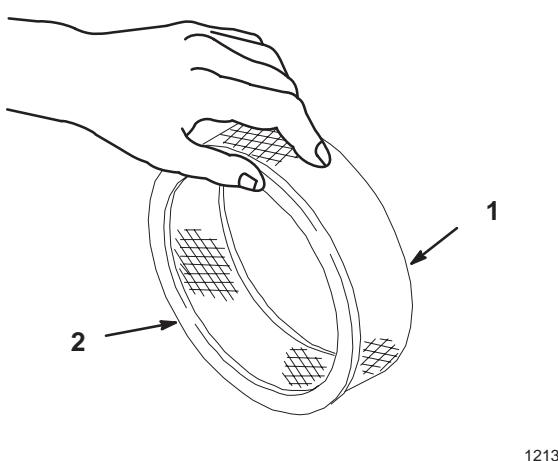

Abbildung 19
- Den Einsatz leicht auf eine flache Unterlage klopfen, um Staub und Schmutz zu beseitigen (Abb. 19).